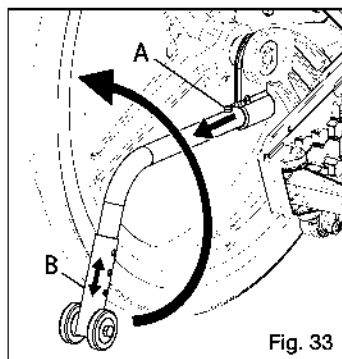

Fig. 33
- a. Presione los botones (Fig. 33:A) de los antivuelco.
- a. Presione el botón inferior (Fig. 33:B) de los antivuelco.